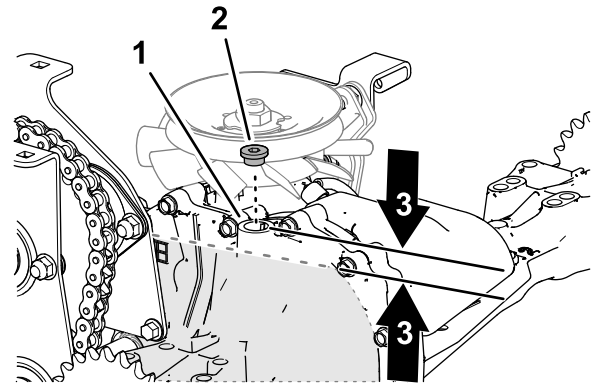

Figura 61
1. Llene el transeje con aceite del tipo especificado a través del orificio de vaciado/llenado hasta que el nivel de aceite esté a 13 - 32 mm (1/2"-1 1/4") por debajo de la parte superior del orificio (Figura 61).